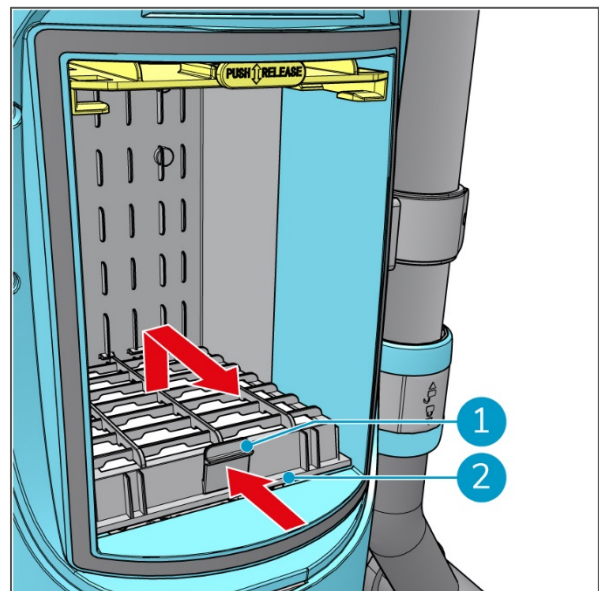
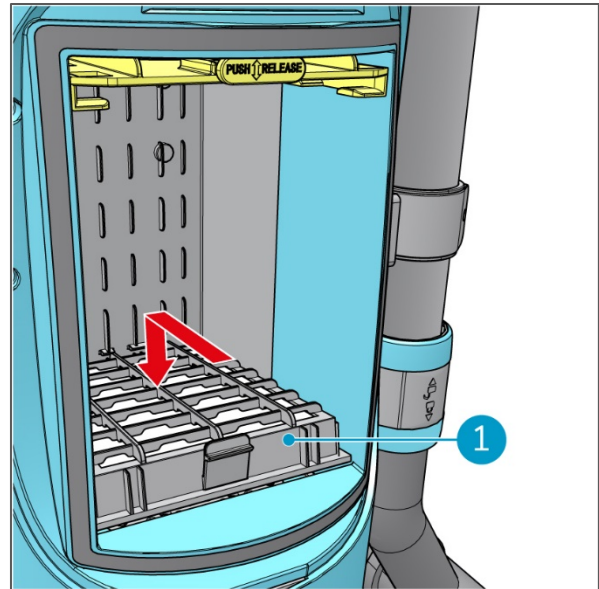

Figure 22
Figure 23
4. Appuyez légèrement sur le bouton gris (Figure 22, pos. 1) pour déverrouiller le filtre à cassette.
5. Retirez le filtre à cassette (Figure 22, pos. 2) du corps de l'i-move 2.5B.
6. Poussez le nouveau filtre à cassette dans le corps de l'i-move 2.5B® (Figure 23, pos. 1). Lorsque le bouton gris (Figure 22, pos 1) émet un clic, le filtre est verrouillé.